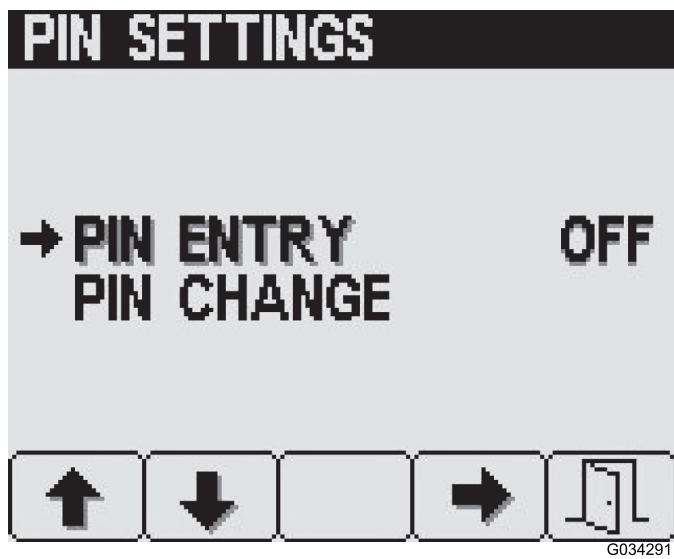

Figura 16
3. En la pantalla PIN Settings (Ajustes de PIN), pulse el botón 4 para seleccionar PIN Entry (Introducción de PIN) y para activar o desactivar el PIN (Figura 16).